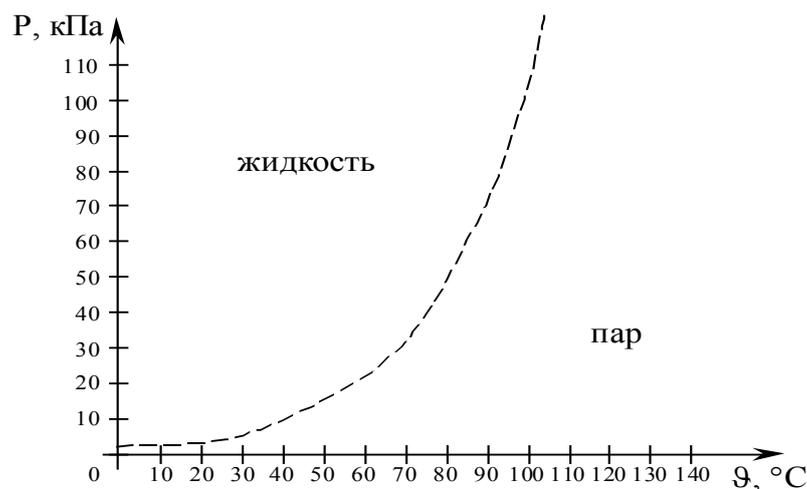
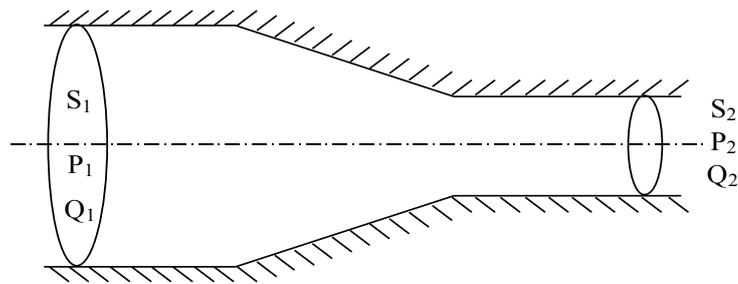

Рис. 1. Фазовая диаграмма воды
Рис. 2. Трубопровод переменного сечения
7. Вода с температурой  $\theta = 40$  °С протекает в горизонтально расположенном трубопроводе переменного сечения при давлении  $P_1 = 10$  кПа и расходе  $Q_1 = 2$  м3/с. Определить при помощи фазовой диаграммы воды (рис. 1), закипит ли вода в узкой части трубопровода (рис. 2) при известных сечениях  $S_1 = 1$  м2 и  $S_2 = 0,4$  м2.